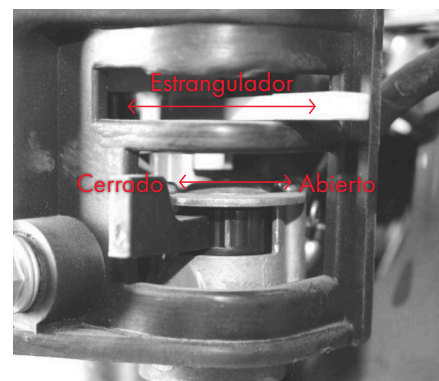

Figura 4
Gire la válvula de combustible hasta la posición «ON», siguiendo la dirección de la flecha indicada en la Figura 4.
7.1.6 ARRANQUE DEL MOTOR (CONSULTE LA FIGURA 4)